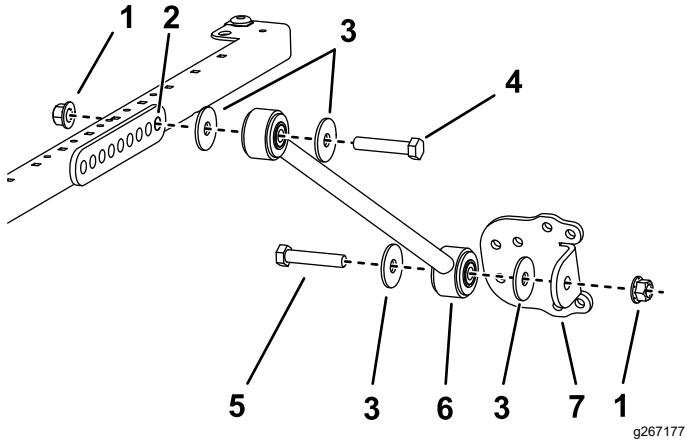

Figure 33
raidisseur à l'aide d'un boulon ($\frac{1}{2}$ " x $2\frac{1}{2}), d'une rondelle ($\frac{1}{2}$ ") et d'un écrou à embase ($\frac{1}{2}$ "'), comme montré à la Figure 33.$
11. Fixez légèrement un support à chaque renfort à l'aide d'un boulon ($\frac{1}{2}$ " x $2\frac{1}{2}$ "), d'une rondelle ($\frac{1}{2}$ ") et d'un écrou à embase ($\frac{1}{2}"), comme montré à la Figure 33.$